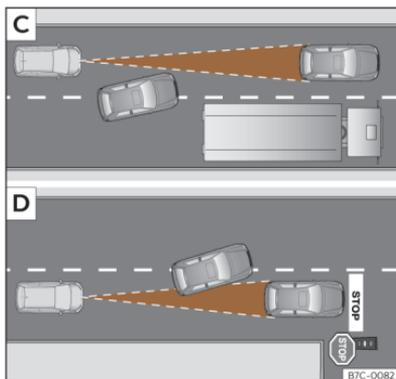

Fig. 129 [C] Cambio de carril de un vehículo. [D] Vehículo girando y otro detenido.
- Vehículos que cambien al carril por el que usted circula a poca distancia de su vehículo >>> **fig. 129 [C].**
El ACC puede no reaccionar ante vehículos detenidos. Si, p.ej., un vehículo detectado por el ACC gira o se aparta y delante del mismo se encuentra un vehículo detenido, el ACC no reaccionaría ante este último >>> **fig. 129 [D].**